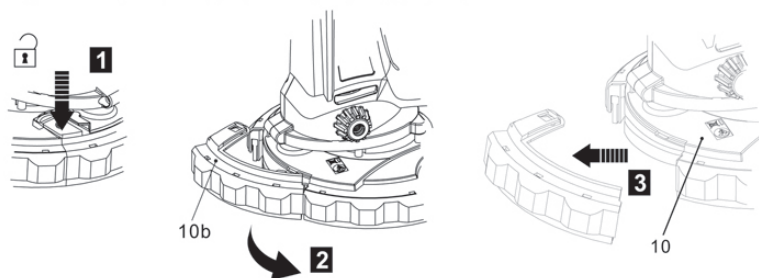

Fig. 9
- > Apăsați butonul de deblocare (10c) în jos, țineți-l în poziție și îndepărtați segmentul (10b) de pe protecție (10) (Fig. 9).